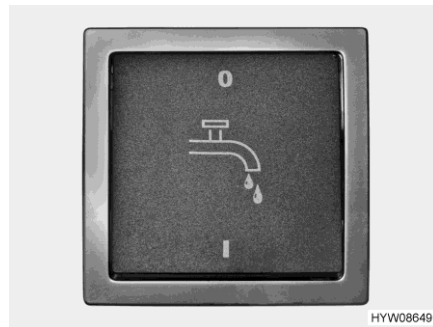

Bild 153 Brytare (vattenpump)
- ▷ Innan man kan använda vattenkranarna måste 12 V-försörjningen och vattenpumpen tillkopplas på panelen via brytaren (Bild 153). Vattenpumpen arbetar inte annars.